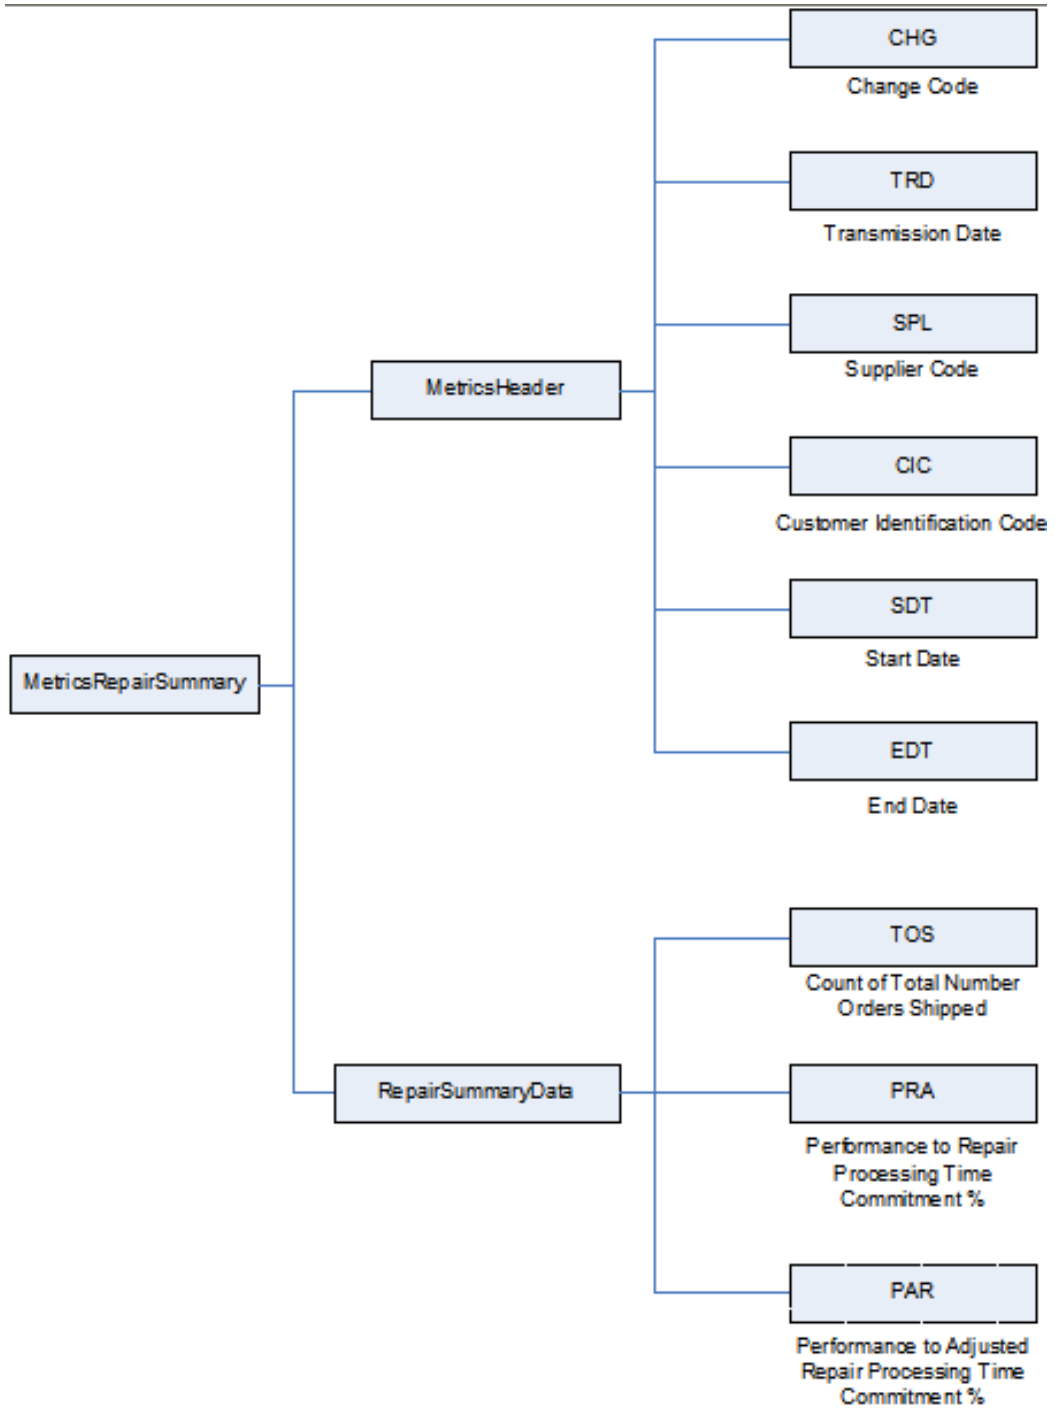

Figura 8.13c – Modelo para medir el desempeño de las reparaciones
- *Reparación de componentes (figura 8.13c).*